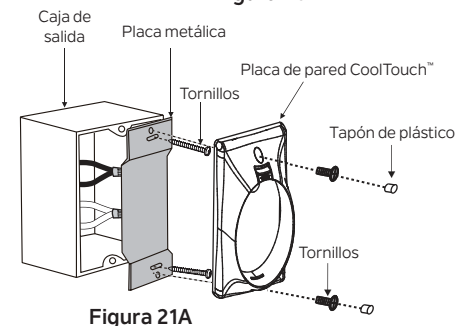

Figura 21A
Paso 4. Instale la placa de metal y la placa de pared CoolTouch™ en la caja de salida existente en la pared con los tornillos provistos. Inserte los dos tapones de plástico en la placa de pared. (Figura 21A)